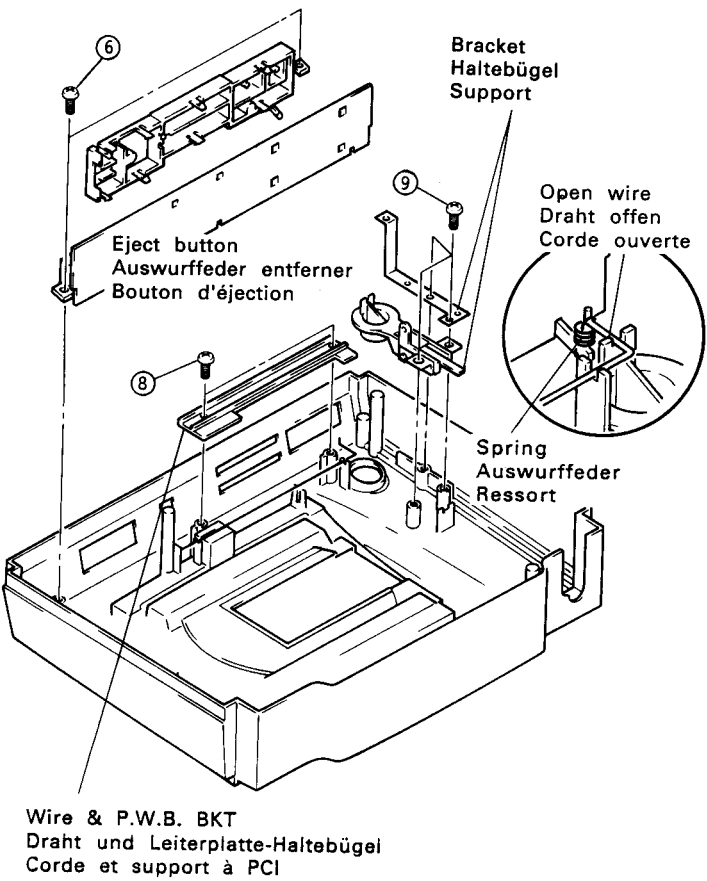

Fig.4
5. PY-Leiterplatte (Abb. 4)
7. Feder entfernen (Abb. 4)
8. Auswurfaste entfernen (Abb. 4)
5. Dépose du PY PCI (Fig. 4)
7. Dépose du ressort (Fig. 4)
8. Dépose du bouton d'éjection (Fig. 4)